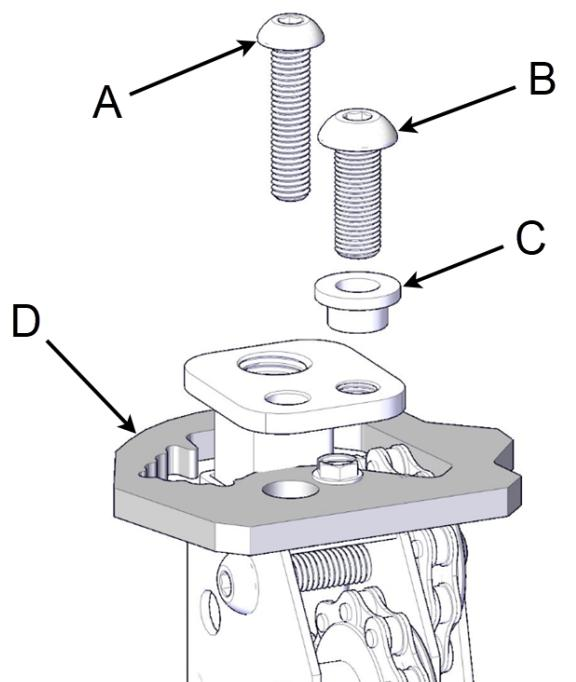

FIGURE 41: VIS DE VERROUILLAGE DU VÉRIN (ITEM A)
17. Une fois tous les arbres d'entrainement installés, les vis de verrouillage peuvent être retirées en toute sécurité sur le dessus des vérins sans moteur. Pour chaque vérin, retirer la vis à tête à six pans creux M4 x 50 mm et conserver pour utilisation ultérieure voir item «A» dans la Figure 41.
18. Démonter la vis à tête à six pans creux 3/8 po x 1 po avec une clé hexagonale 7/32 po (5,5 mm) sur le dessus de chaque vérin voir item « B » dans la Figure 41. Conserver les vis et les douilles (item « C ») en lieu sûr pour une utilisation ultérieure.